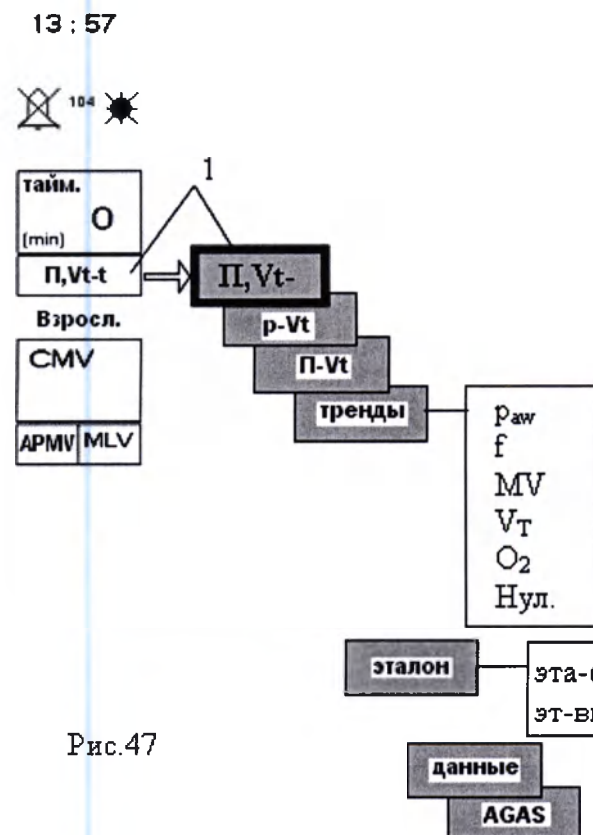

Рис.47
Переключение в другой режим изображения можно провести в состоянии, когда не является редактируемым никакой другой параметр. Поворачивая поворотный выключатель, выбирается в информационном поле информационное окно (1) - рис. 47, которое находится в основном состоянии изображения в виде Π, V_t-t .
последних 24 часов вентиляции в виде графических кривых. С помощью выбора «тренды» (1), т.е. выбрав соответствующее окно (1 – рис. 47), окно ограничено жирной зеленой линией, подтверждается ВВОД. Последующим поворачиванием поворотным выключателем, выбирается окно «тренды». Выбрав требуемое значение из предложения и подтвердив ВВОД, имеется возможность ориентировочно посмотреть трендовые кривые выше приведенных параметров на экране. На кривой изображен тренд параметра (2) от (минус) - 24 час. до настоящего времени, т.е. за предшествующих 24 часов.
С помощью выбора «тренды» (1), т.е. выбрав соответствующее окно (1 – рис. 47), окно обведено толстой зеленой рамкой, и подтверждением ВВОД, и с последующим поворачиванием поворотного выключателя выбирается окно «тренды». После выбора требуемого значения из предложения т.е. «тревоги» и подтверждения ВВОД, имеется возможность посмотреть таблицу